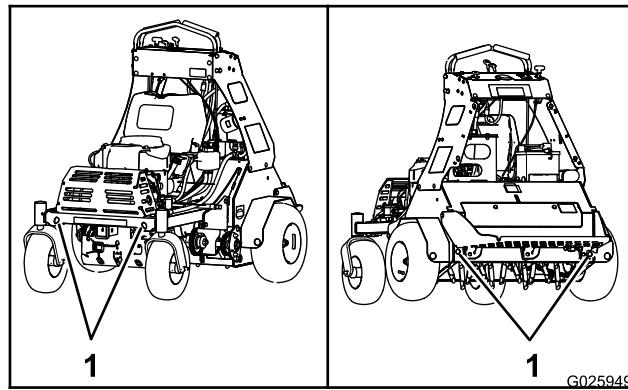

**Figure 23**
- Il est préférable d'utiliser une rampe d'une seule pièce qui dépasse de chaque côté des roues arrière, plutôt que des rampes individuelles pour chaque côté de la machine (Figure 23). Lorsque la plate-forme est abaissée et verrouillée en position, elle doit dépasser à l'arrière entre les roues arrière, et empêche ainsi la machine de basculer en arrière. La rampe d'une seule pièce constitue une surface d'appui pour la plate-forme au cas où la machine bascule en arrière. Lorsque la plate-forme est relevée, une rampe d'une seule pièce constitue une surface sur laquelle vous pouvez marcher derrière la machine.
- La rampe doit être suffisamment longue pour que les angles n'excèdent pas 15 degrés (Figure 23). Si l'angle est supérieur, les composants de la machine peuvent se coincer lors du transfert de la rampe à la remorque ou au camion. La machine risque en outre de basculer en arrière. Si vous vous trouvez sur ou près d'une pente, placez la remorque ou le camion en aval et la rampe en amont. Cela minimisera l'angle de la rampe. La remorque ou le camion doit être aussi de niveau que possible.